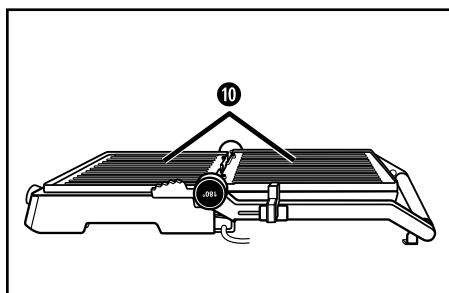

Fig. 2
- 3) As placas de aquecimento **10** estão agora lado a lado e podem ser utilizadas como grelhador de mesa (fig. 2).